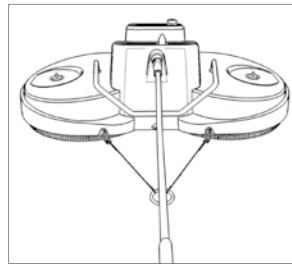

Abbildung 5
4. Befestigen Sie das Sicherungsseil an den dafür vorgesehenen Ösen ❷ (Abbildung 5).